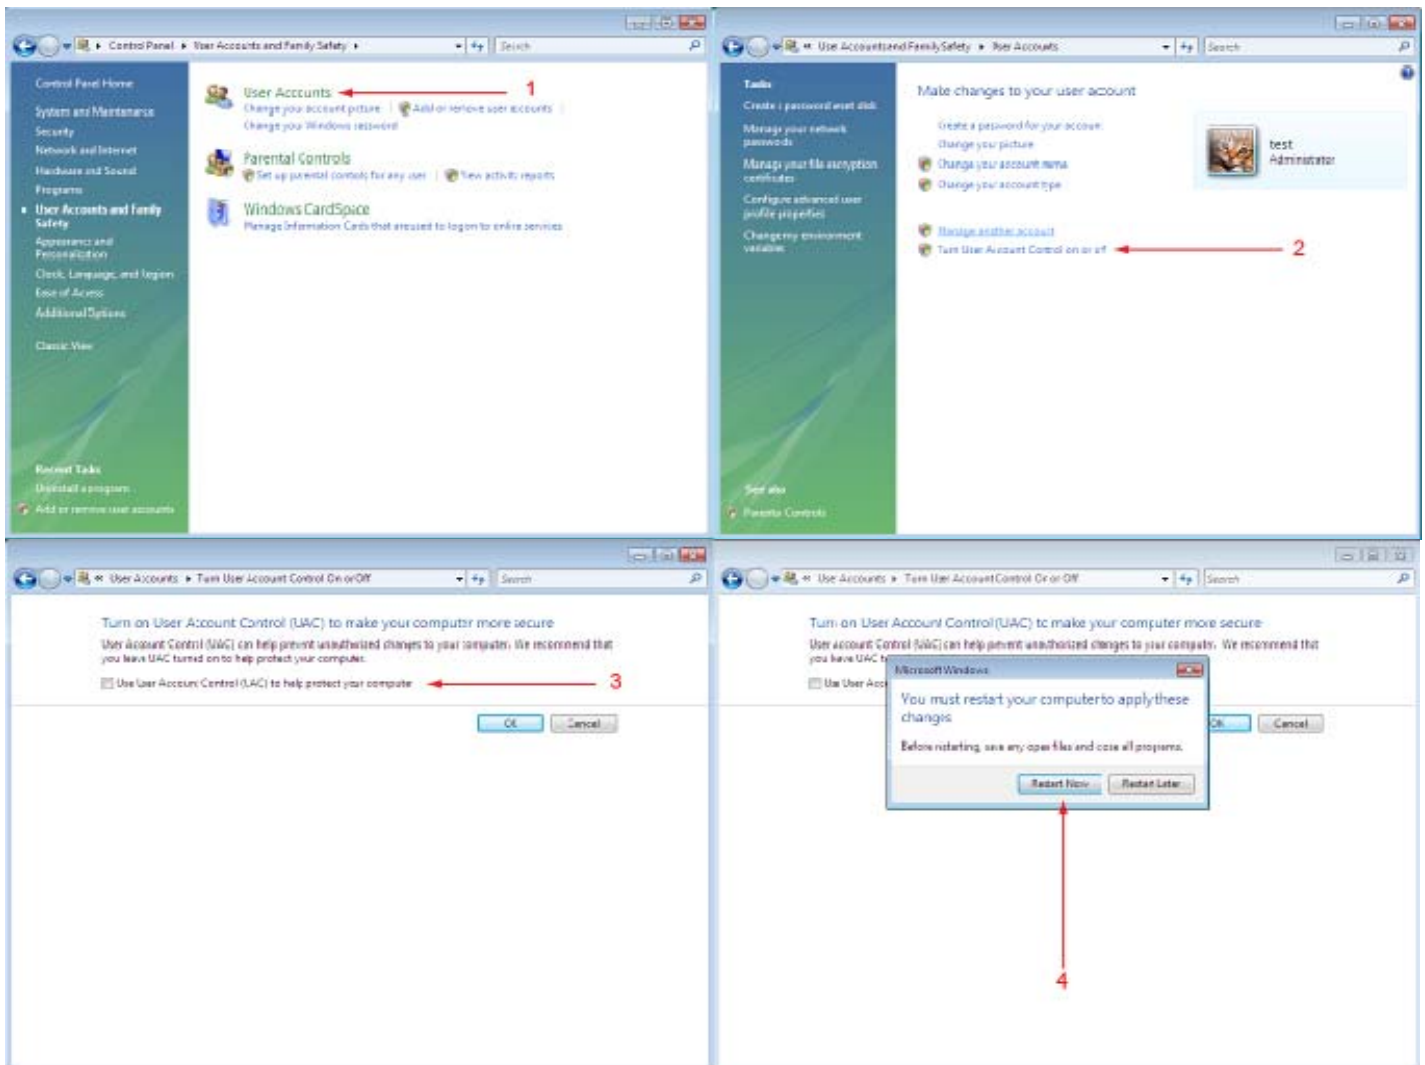

Abbildung3-2. Windows Vista Benutzerkontrollkontrolle
- 1) Nur bei Windows Vista: Gehen Sie mithilfe der Systemsteuerung auf BENUTZERKONTEN UND KINDERSICHERUNG und entfernen Sie die BENUTZERKONTOKONTROLLE (UAC), wie in Abbildung 3-2 dargestellt. Das UAC-Kontrollkästchen darf nicht aktiviert sein. Den PC neu starten.